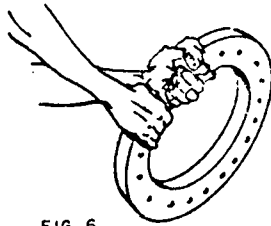

FIG. 6
4.º Passo — Limpe e posicione o anel com furos voltados para dentro (fig. 6).